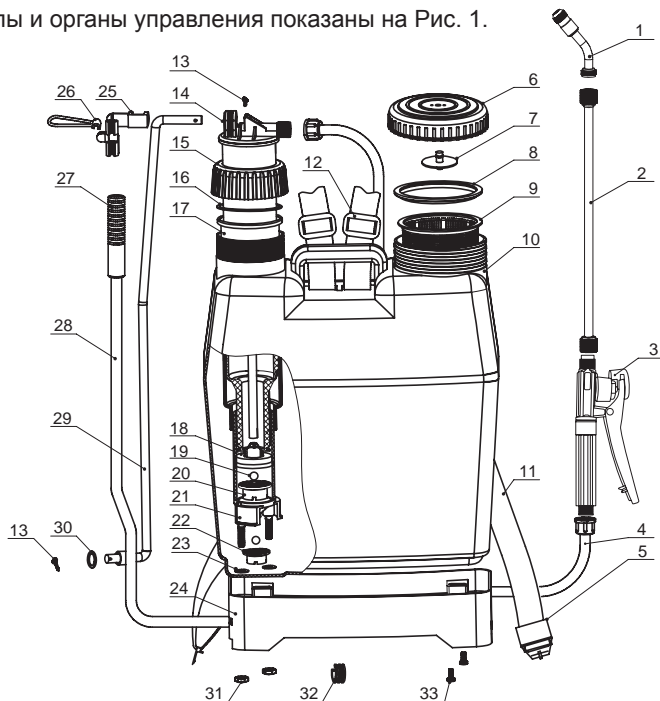

Рис. 1 Основные узлы и органы управления
Основные узлы и органы управления показаны на Рис. 1.
Соберите опрыскиватель в соответствии с Рис. 1. Проверьте и затяните при необходимости все соединения.
3. Сделайте 7-10 качаний рычагом насоса 28 (Рис. 1), до тех пор, пока не появится сопротивление нажатию.
4. Для опрыскивания нажмите на рычаг управления клапаном подачи рукоятки управления 3 (Рис. 1).